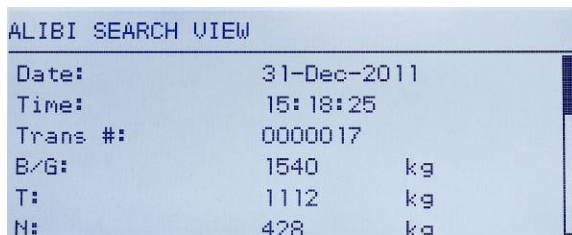

Figura C-2: Visualização dos resultados da busca na memória álibi
5. A tela Ver procura de álibi exibe os resultados da busca classificados em ordem cronológica. O registro mais atual será exibido primeiro. Cada registro adicional pode ser visualizado, pressionando-se a tecla de navegação para BAIXO. A Figura C-2 inclui uma série de telas para mostrar o conteúdo de mais registros disponíveis na vista.